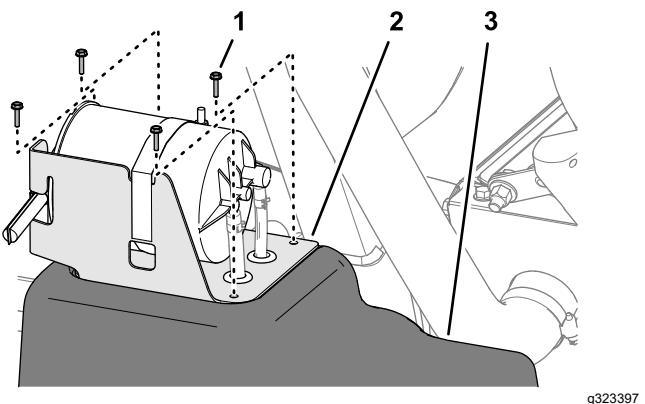

Figura 116
- En el depósito de combustible, retire los 4 tornillos (N.^o 10 x $\frac{3}{4}$ "") que sujetan el soporte del cartucho de carbón a la parte superior del depósito de combustible (Figura 116).